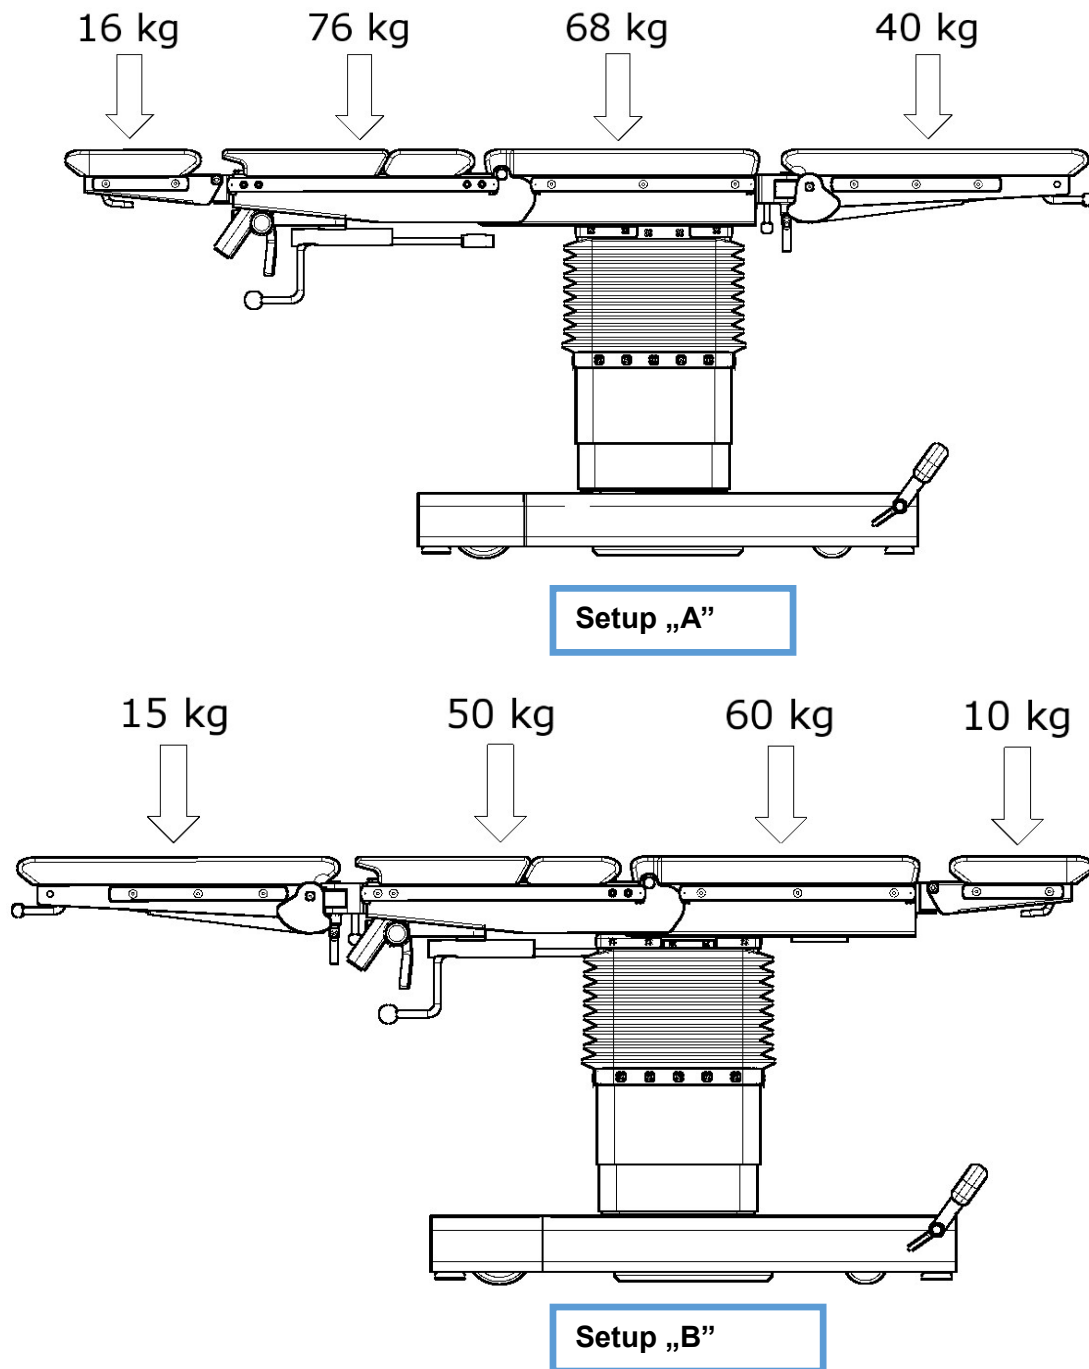

Fig. 4 Critical parameters
1.9 Critical parameters (fig.4)